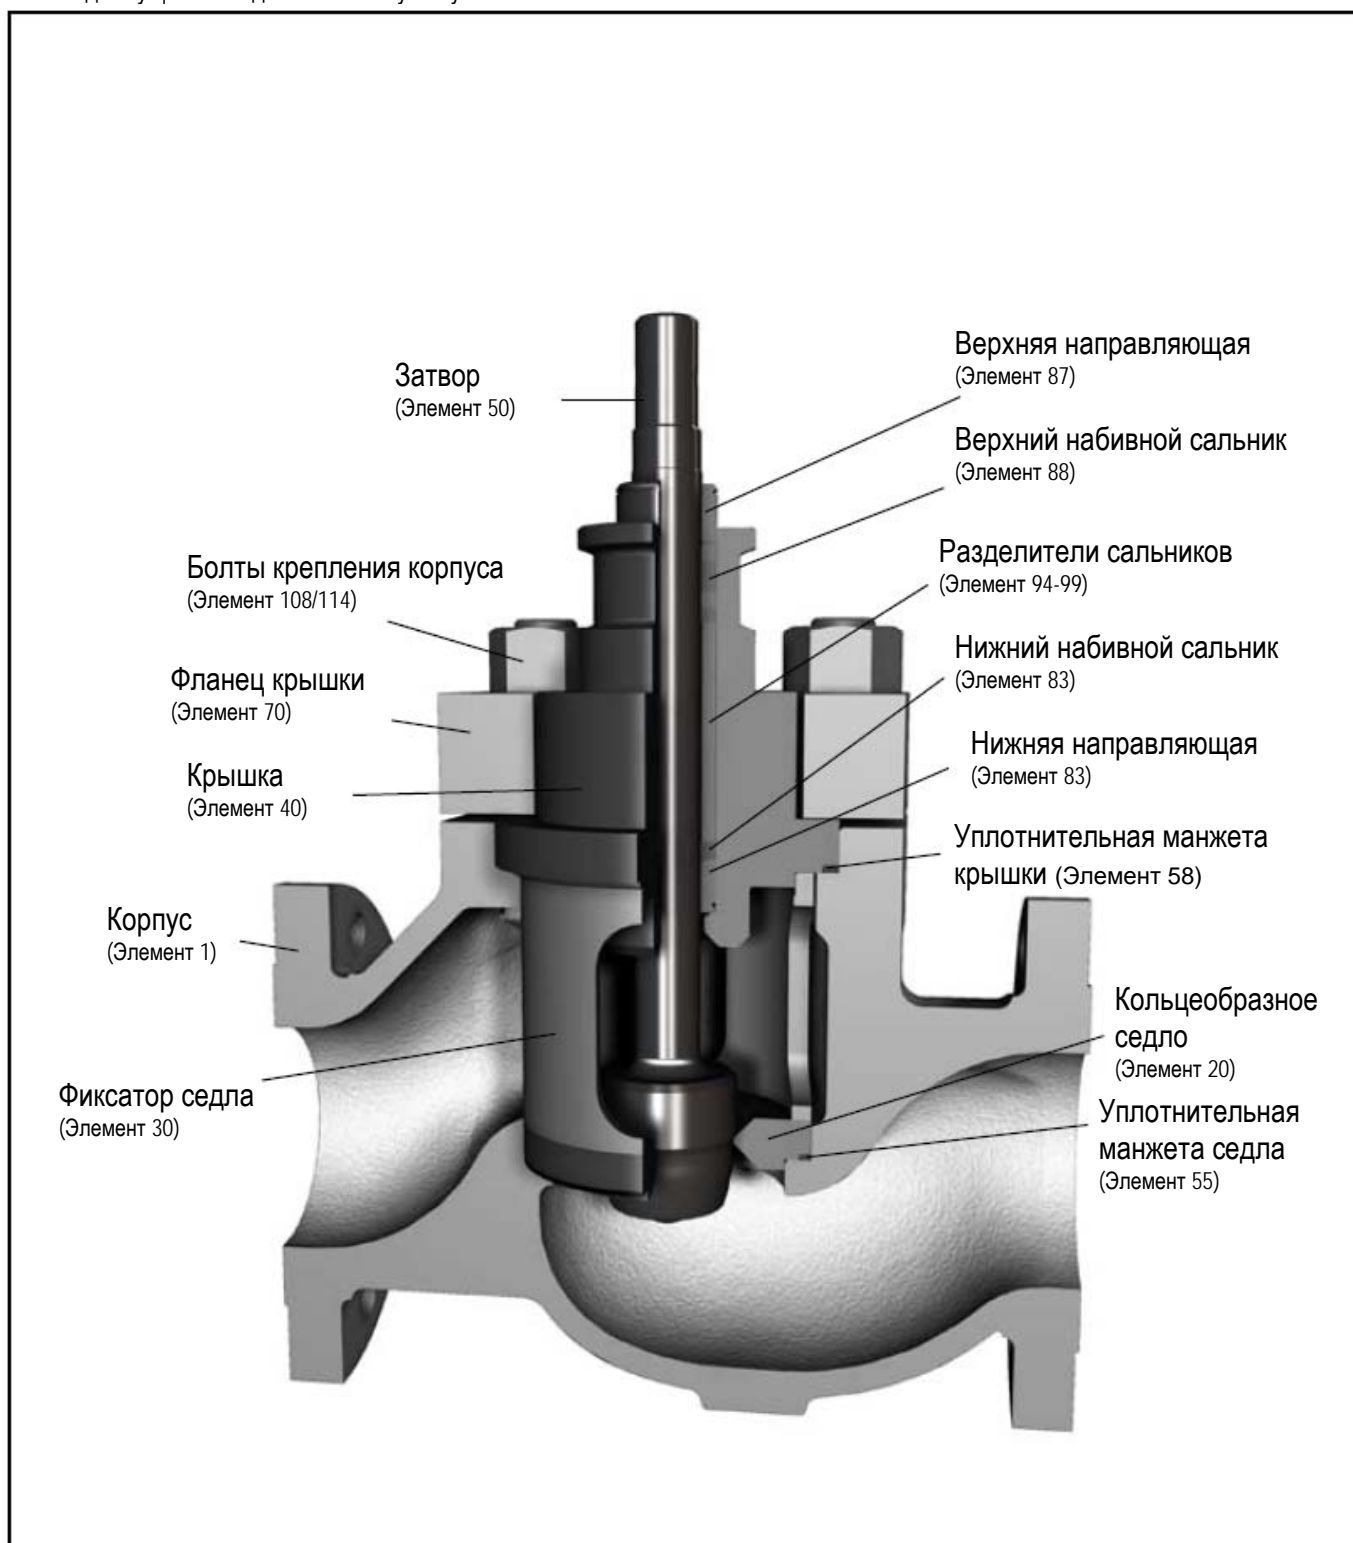

Рисунок 1. Устройство регулировочного клапана Марки 1
- Рисунок 1 – Устройство регулировочного клапана Марки 1
6.1. Для разборки корпуса клапана см. рис. 1, 2 и 3 и выполните следующие действия: